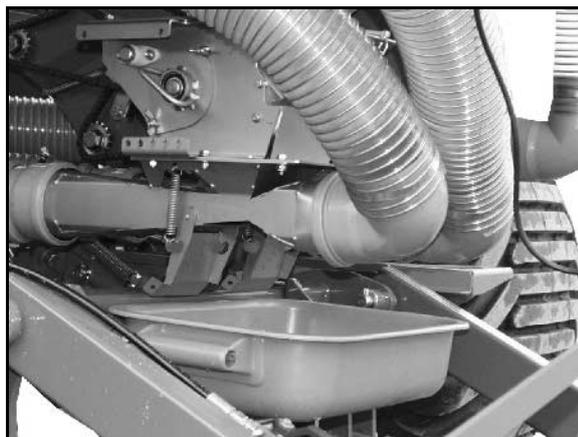

Fig. 85
3. Suelte las tuercas de mariposa (Fig. 85/1) sin desenroscarlas.